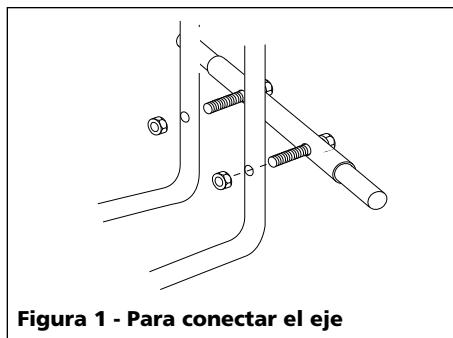

Figura 1 - Para conectar el eje
2. Coloque la bomba boca arriba y sostenga con firmeza. Conecte el eje a las patas de la carretilla con los pernos que vienen instalados. Asegure cada perno con una tuerca de 6,4 mm (1/4") - 20 . Use la llave de 11,1 mm (7/16") para apretarlos (Vea la Figura 1).